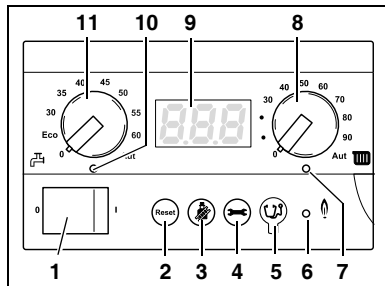

Fig. 6 BC10
Met de schoorsteenvegertoets (fig. 6, **pos. 3**) kan het cv-toestel worden genomen. Het handmatig bedrijf kan worden geactiveerd indien de kamerthermostaat defect is. In handbedrijf kan de cv-installatie onafhankelijk van een bedieningseenheid worden bediend. De cv-toestel wordt bediend door middel van de aan de rechter draaiknop ingestelde ketelwatertemperatuur als ingestelde waarde. Zie ook tabel 6, „Handmatig bedrijf“.